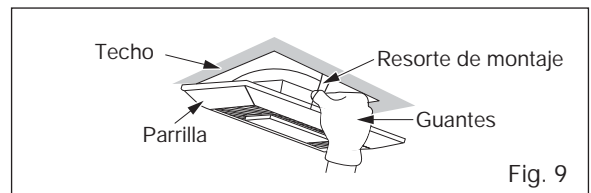

Fig. 9
13. Inserte el otro resorte de montaje en la ranura como se muestra y monte la parrilla en el cuerpo del extractor. (Fig. 9).